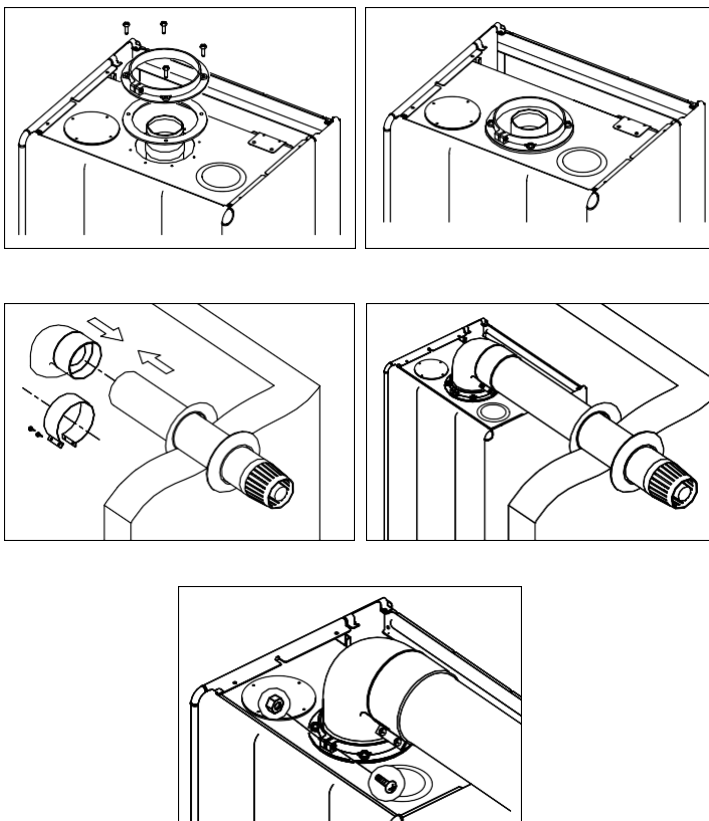

Рис. 9
- Для компоновки терминала выхода дымохода, уплотнитель наружной стены (EPDM), как показано на (Рис. 9с), вставьте в терминал дымохода. После того, как терминал выхода дымохода будет вставлен в заранее сделанное отверстие в наружной стене, установить на терминал дымохода соединительный уплотнитель внутренней стены. К одному концу дымохода вашего котла, на который была установлена соединительная прокладка EPDM, присоединить колено 90°, а другой конец дымохода вставьте в терминал выхода дымохода, на соединительную прокладку EPDM установить хомут, слегка прикрутить винты (Рис. 9d). Затем, установить колено 90° на соединительный фланец дымохода и закрепить винтами (Рис. 9е). И наконец, после того, как вы затяните ранее установленные и незакрученные винты на прокладке EPDM, уплотнитель внутренней стены прижмётся к стене и таким образом, будет обеспечена герметичность между дымоходом и стеной.